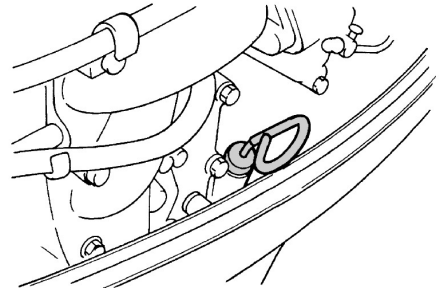

**Рис. 18 Снятие кожуха двигателя**
2. Переведите рычаг замка кожуха двигателя вниз до упора (Рис. 18) и снимите кожух двигателя.